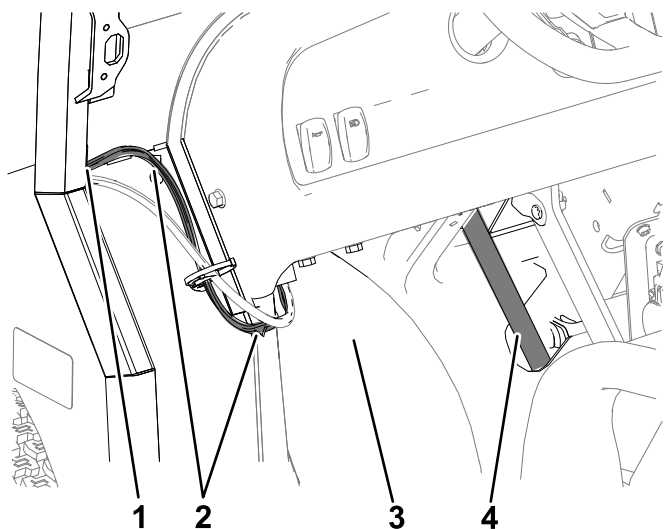

Figura 44
2. Encaminhe o conector de duas tomadas da cablagem pela abertura na parte superior do pilar A (lado do condutor) da estrutura da cabina e para furo na parte inferior do pilar da estrutura (Figura 44).
| 3. Encaminhe a cablagem para a frente, entre o guarda-lamas e a coluna da direção (Figura 44 e Figura 45). | 4. Guarda-lamas |